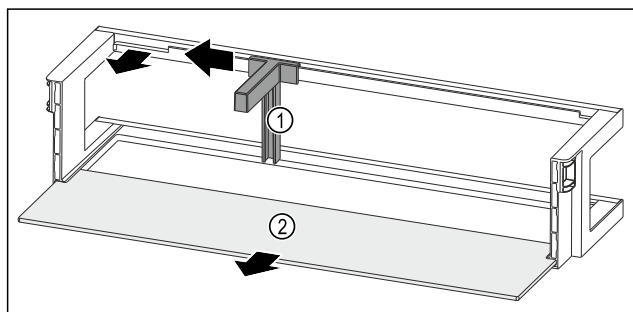

Fig. 181 带瓶托和搁板的门边存放架
- ▶ 将瓶托 Fig. 181 (1)推至槽边。
- ▶ 取出瓶托 Fig. 181 (1)。
- ▶ 取出搁板 Fig. 181 (2)。